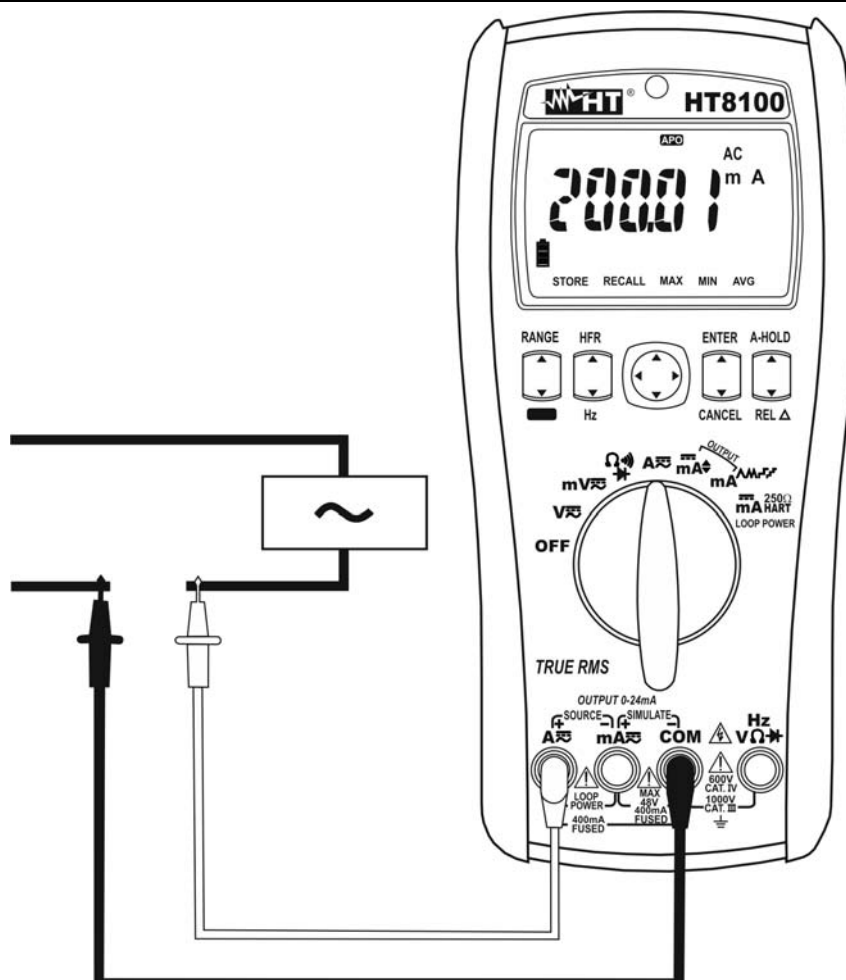

Fig. 5: Uso dello strumento per misura di Corrente AC
4. Inserire il cavo rosso nel terminale di ingresso **mA $\approx$** o **A $\approx$** ed il cavo nero nel terminale di ingresso **COM** (vedere Fig. 5)